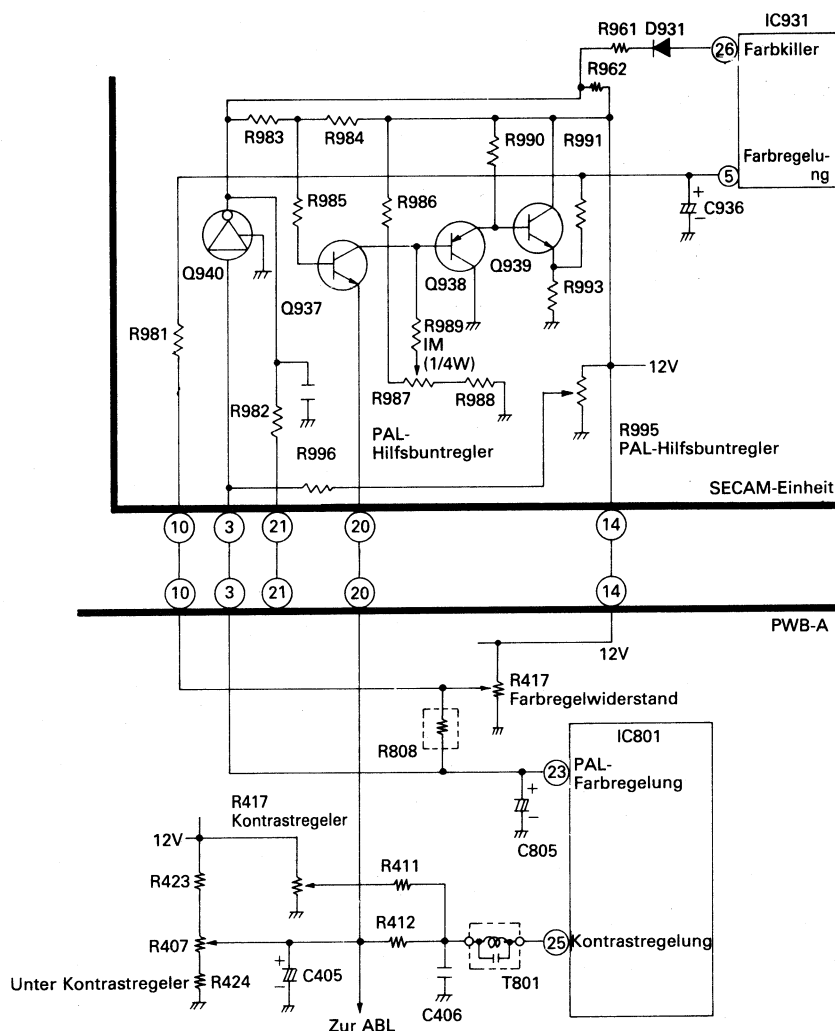

Abbildung 2 Umschaltung des Farbsteuersignals zwischen den PAL- und SECAM-Systemen, und Betrieb der Einfarbschaltung
The colour control (R417) is located at the PWB-A (main chassis) and its output voltage is applied to PAL IC (IC801). When the TV set is in PAL/SECAM dual reception mode, however, the colour control is carried out at SECAM IC (IC931) instead of PAL IC, and it is required to cut off R808 as shown in Fig. 2 so as to allow the output voltage of R417 to be connected to pin ⑤ of IC931: then the colour control is enabled for both PAL and SECAM reception modes.
Der Buntregler (R417) befindet sich an der PWB-A (Hauptchassis), und dessen Ausgangsspannung wird dem integrierten PAL-Schaltkreis (IC801) zugeleitet. Bei Einstellung des Fernsehgerätes auf die PAL/SECAM-Doppelempfangsart wird die Farbregelung jedoch am integrierten SECAM-Schaltkreis (IC931) anstatt am integrierten PAL-Schaltkreis ausgeführt, und R808 muß gemäß Abb. 2 abgeschaltet werden, damit die Ausgangsspannung von R417 dem Stift ⑤ von IC931 zugeleitet werden kann; die Farbregelung ist dann sowohl für die PAL- als auch die SECAM-Empfangsart möglich. Die (feste) Vorspannung wird am R995 (PAL-Hilfsbuntregler) in der SECAM-Einheit erzeugt und dem Stift ②③ (PAL-Buntregler) von IC801 zugeleitet. In der PAL-Empfangsart dient der Ausgang des Stiftes ②③ von IC801 als PAL-Farbkillersignal (niederpegelig außer in der PAL-Empfangsart), wobei der SECAM-Empfang unmöglich ist, weil Q940 in Funktion tritt. Nur bei abgeschaltetem Q940 wird der PAL-Farbkillerausgang niederpegelig, um